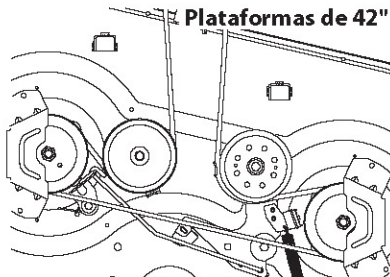
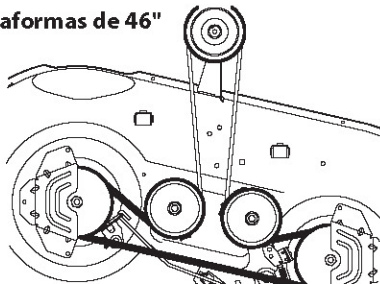
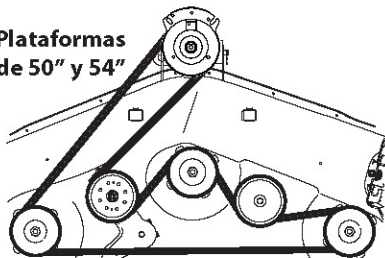

Figura 52
Figura 53
Figura 54
4. Coloque la correa nueva como se muestra en la figura correspondiente en las páginas siguientes. Consulte la Figura 52 para plataformas de 42", la Figura 53 para plataformas de 46" y la Figura 54 para plataformas de 50" y 54".